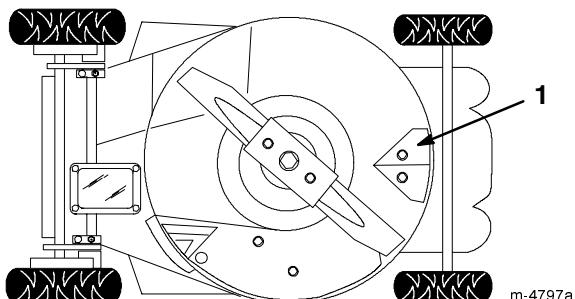

Figure 18
Le dessous du carter de tondeuse doit rester propre. Veillez particulièrement à débarrasser les déflecteurs de tout débris (Fig. 18).
4. Basculez la tondeuse sur le côté **gauche** (filtre à air vers le haut) (Fig. 18).